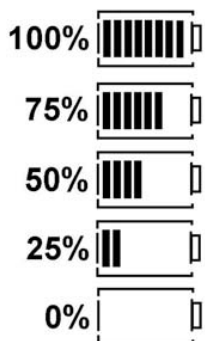

Fig. 6: Stato di carica batterie
- 7 Simbolo per TRMS (CA)
Lo stato attuale di carica delle batterie viene sempre visualizzato sul display LCD (fig. 5, pos. 5). Il numero delle barre mostra lo stato di carica delle batterie in percentuale (fig. 6).